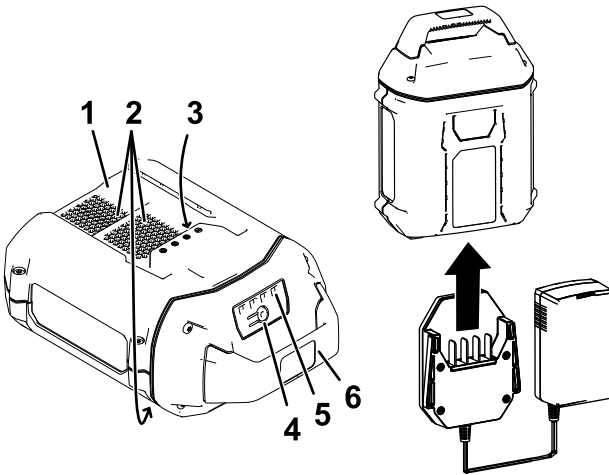

Bild 2
2. Fluchten Sie das Loch im Akkupack (Bild 2) mit der Zunge am Ladegerät aus.
3. Schieben Sie das Akkuladegerät in den Akkupack, bis es vollständig einrastet (Bild 2).